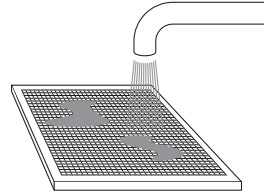

Рис. 21
- При промывании фильтра в воде держите его загрязненной поверхностью вниз (рис. 21).